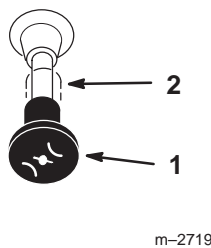

Figure 17
4. Placez la manette de starter en position en service pour démarrer à froid (Fig. 17).
7. Lorsque le moteur a démarré, amenez progressivement la manette de starter en position hors service (Fig. 17). Si le moteur cale ou hésite, ramenez la manette de starter à la position en service pendant quelques secondes. Réglez ensuite le levier d'accélérateur à la position voulue. Répétez l'opération si nécessaire.